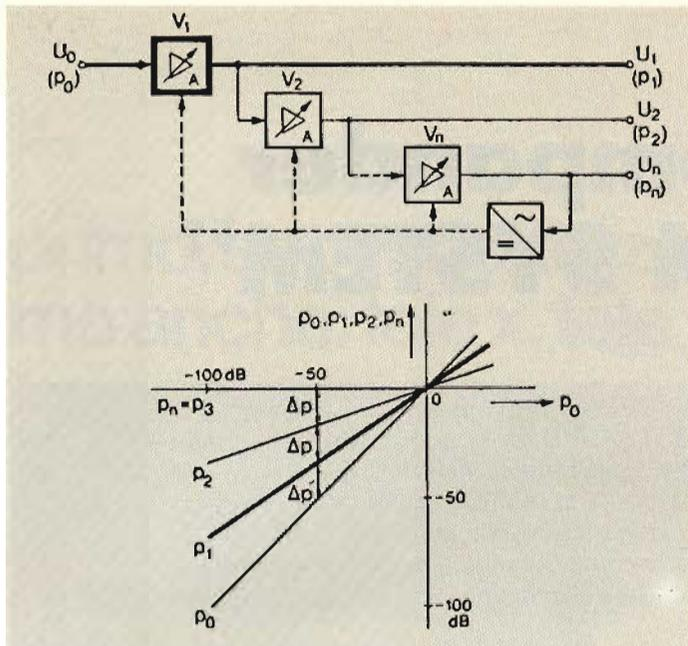

Fig. 2 - Circuito di principio del compressore. In alto, i blocchi che costituiscono il dispositivo. In basso, le curve caratteristiche.
Il compressore e l'espansore hanno le strutture basilari già viste nelle figure 2 e 3. Ogni componente "attivo" del compressore (1) che ha caratteristiche di amplificatore, è composto da una rete di equalizzazione più l'amplificatore vero e proprio.